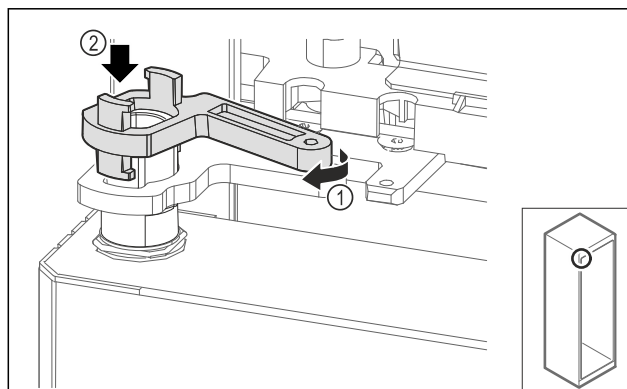

Fig. 70
- ▶ Lekko obrócić blokadę płytki zawiasu Fig. 70 (1) i nałożyć na tuleję Fig. 70 (2).